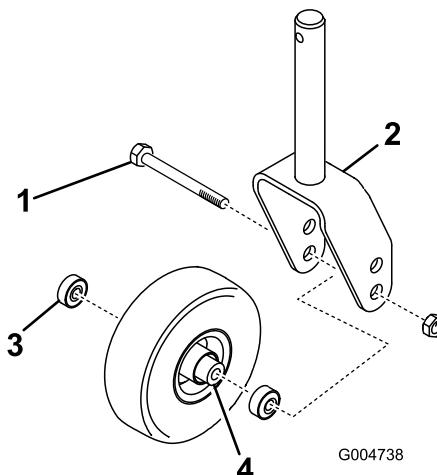
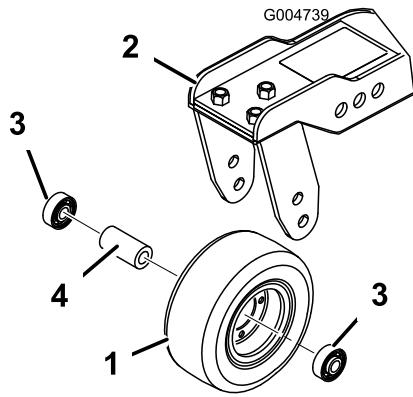

Figura 82
Figura 83
1. Togliete il dado di bloccaggio dal bullone che fissa il gruppo ruota orientabile alla forcella (Figura 82) o al braccio di rotazione (Figura 83). Afferrate la ruota orientabile ed estraete la vite a testa cilindrica dalla forcella o dal braccio di rotazione.
2. Togliete il cuscinetto dal mozzo della ruota e lasciate cadere il distanziale del cuscinetto (Figura 82 e Figura 83). Togliete il cuscinetto dalla parte opposta del mozzo della ruota.